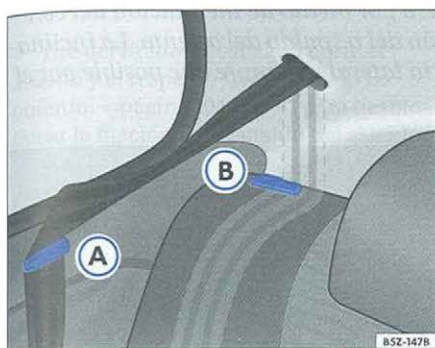

Fig. 85 Acoplamiento del cinturón para el abatimiento del asiento y perno de desbloqueo del respaldo
- Posicione la cinta de los cinturones de seguridad en sus respectivos alojamientos ⇒ fig. 85 A para versiones 2 puertas y B para versiones 4 puertas.
- Remueva las cintas del cinturón de seguridad de los posicionadores ⇒ fig. 85 A y B. Para los vehículos con cinturones de tres puntos fijos, recolóque las lengüetas en los respectivos cerrojos.